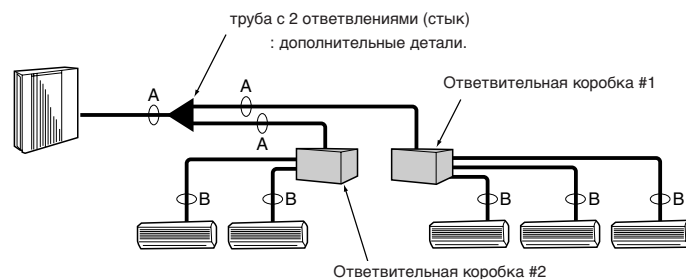

Fig. 5-2
5.4. Выбор размера труб (Fig. 5-2)